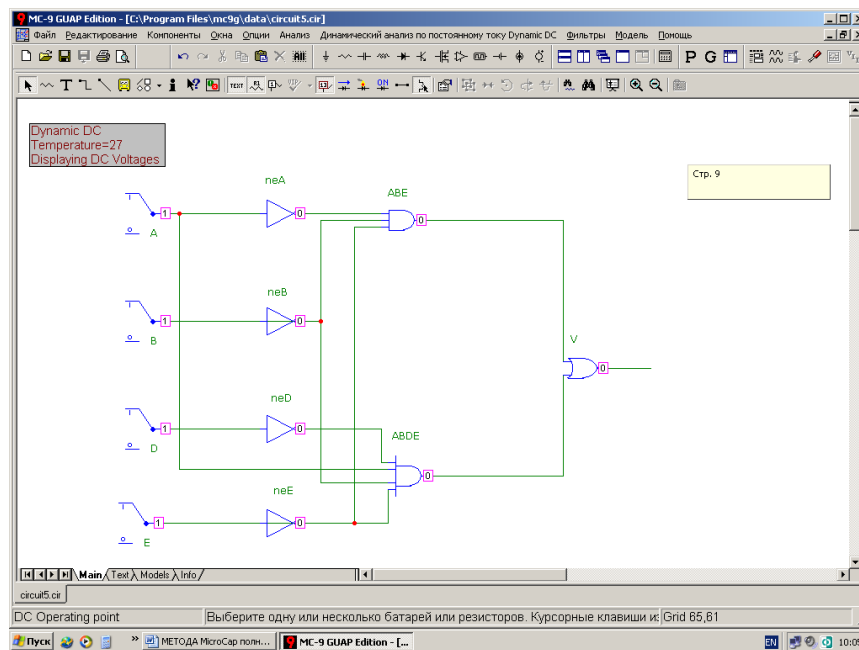

Рис. 22. Схема для задания 1.
**Задание 1:** Синтезировать структурную схему, выполняющую функции и постройте таблицу истинности ~~FABABD~~. Проанализировать правильность работы схемы по таблице истинности. Схема электрическая принципиальная для задания 1 представлена на Рис. 22.